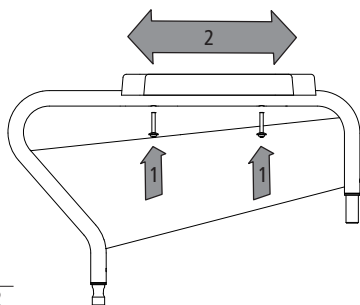

fig. 32
1. Løsn de skruer, som fastholder armlænet på sidedelen (1, fig. 32).
2. Efterfølgende kan armlænet skubbes ca. 30 mm frem og tilbage (2, fig. 32).